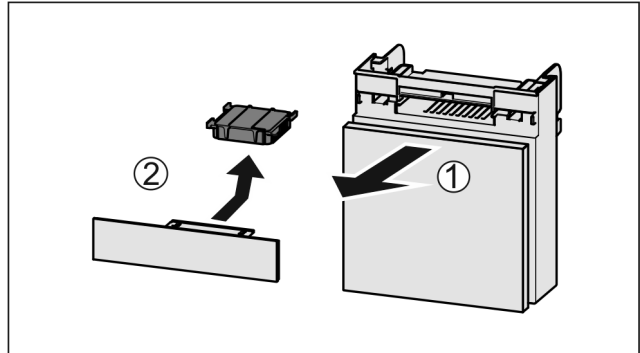

Fig. 96
- ▶ Lade vanaf de voorkant eruit trekken Fig. 96 (1).
- ▶ Actiefkoolfilter verwijderen Fig. 96 (2).